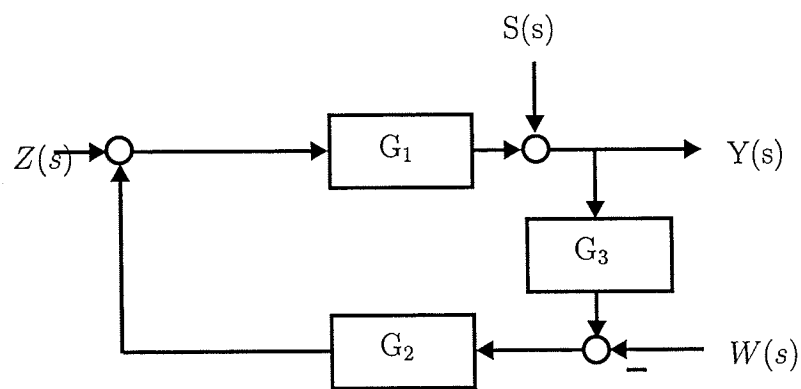

Abbildung 3.1: Blockschaltbild
- e) Geben Sie die Übertragungsfunktion zwischen $W(s)$ und $Y(s)$ sowie die zwischen $Z(s)$ und $Y(s)$ für das System in Abbildung 3.1 an.